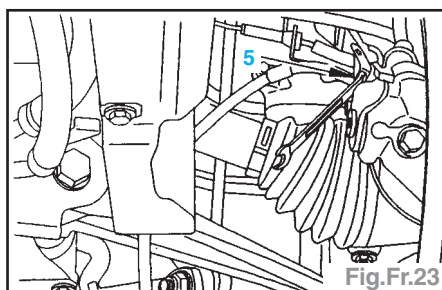

Fig.Fr.23
- Etrier de frein avant : vis de purge (5) (Fig.Fr.23).